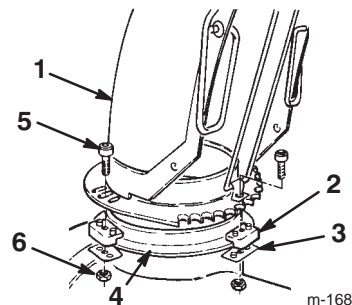

Figure 7
1. Appliquez une fine couche de graisse pour basse température sur la couronne de l'éjecteur (Fig. 7).
2. Placez l'éjecteur (côté ouvert tourné vers l'avant) sur l'ouverture d'éjection de sorte que les dispositifs de retenue se trouvent sur la couronne (Fig. 7).
3. Serrez la vis et le contre-écrou de gauche pour positionner le dispositif de retenue contre la plaque de retenue et pour fixer l'éjecteur à la couronne (Fig. 7).
4. Poussez les autres dispositifs de retenue vers l'éjecteur (fendu) et serrez les vis (Fig. 7).
5. Vérifiez que l'éjecteur pivote librement sur la couronne. S'il résiste, déplacez le dispositif de retenue droit vers l'extérieur (Fig. 7).